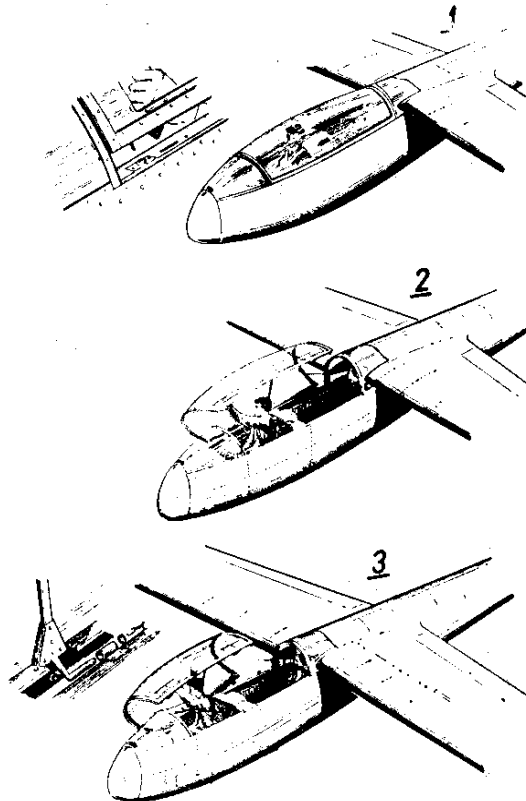

Fig. 12. Arrojo en el curso del vuelo de la cubierta de la cabina del planeador que no está equipado con la palanca de arrojo de emergencia.
a) Para los planeadores que no están equipados con la palanca de arrojo de emergencia (véase la fig. 12)